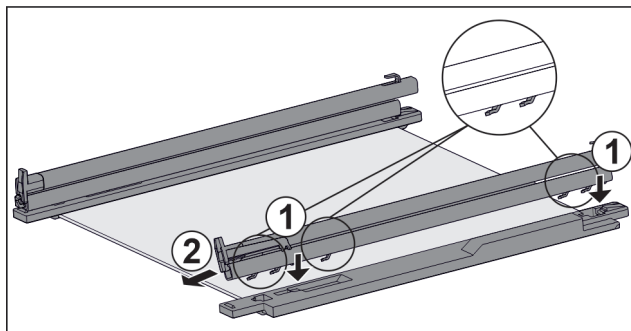

Fig. 132 Glasplaat met rails en vasthouddelen
- ▶ Haken van de rail op de openingen van het **linker** vasthoudddeel plaatsen. Fig. 132 (1)
- ▶ Rail naar voren trekken. Fig. 132 (2)
- ▶ Haken van de rail op de openingen van het **rechter** vasthoudddeel plaatsen. Fig. 132 (1)